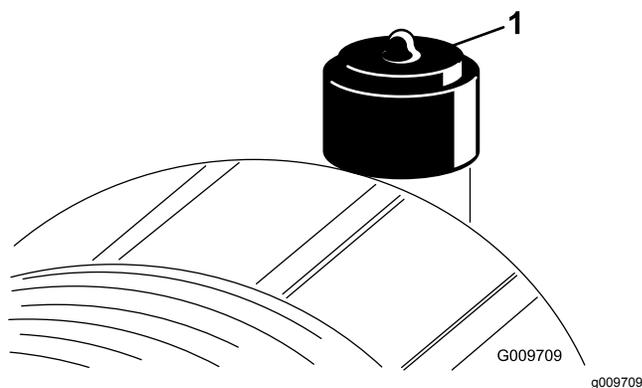

Figure 42
- Remplacez l'élément du filtre à air quand l'indicateur de colmatage (Figure 42) est rouge. Ne nettoyez pas l'élément du filtre à air trop souvent.